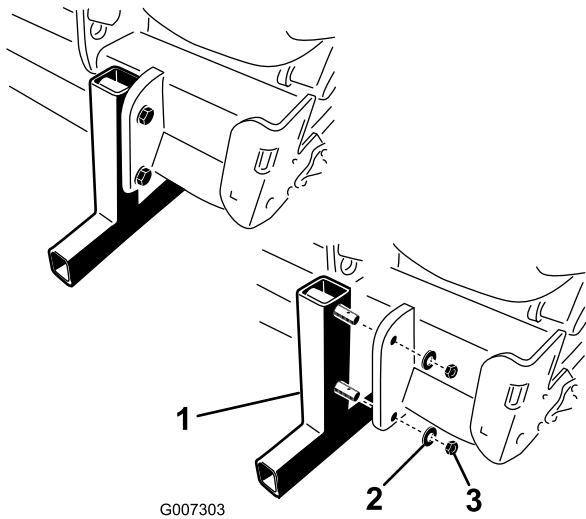

Figura 16
2. Retire las tuercas y las arandelas de seguridad que sujetan los soportes de almacenamiento al aireador (Figura 16).
- 4. Inserte los pasadores de seguridad (incluidos en las piezas sueltas) en los pasadores de los soportes para su almacenamiento (Figura 16).